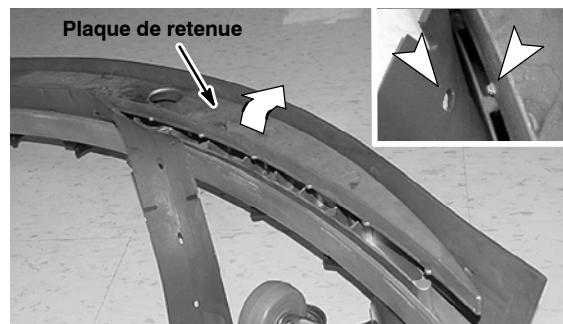

FIG. 61
4. Pour remplacer la lame avant, retirez la lame arrière et desserrez complètement les quatre boutons du bloc de racloir ; ne retirez pas les boutons. Soulevez et inclinez la plaque de retenue pour accéder à la lame avant (Figure 61). Faites pivoter la lame avant pour obtenir un nouveau bord nettoyant et réinstallez la plaque de retenue. Veillez à ce que les ergots de la plaque de retenue s'engagent dans les fentes de la lame. Réinstallez la bande et resserrez les boutons.